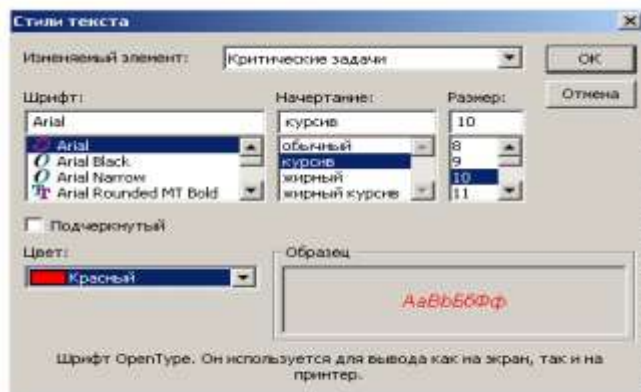

Рис. 25. Диалог (Стили текста)
- В открывающемся списке (Цвет) выберите Красный (рис. 25).